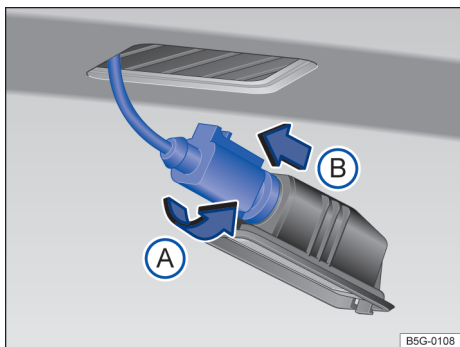

Fig. 136 Lanterna da placa de licença: desinstalar o suporte da lâmpada.
- 3 Girar o soquete da lâmpada no **sentido anti-horário** → Fig. 136 (A) e retirar o suporte junto com a lâmpada (B).
- 7 Posicionar o suporte da lâmpada na lanterna da placa de licença e pressionar no sentido contrário ao da seta (A) até o batente.